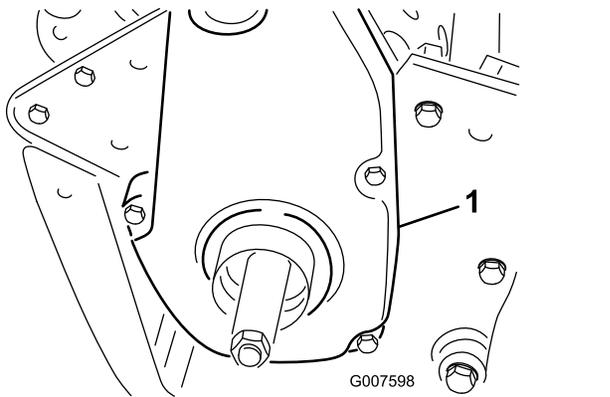

図 43
- ベルトカバー取り付けねじを外してカバーを取り、ベルトを露出させる **図 43**。